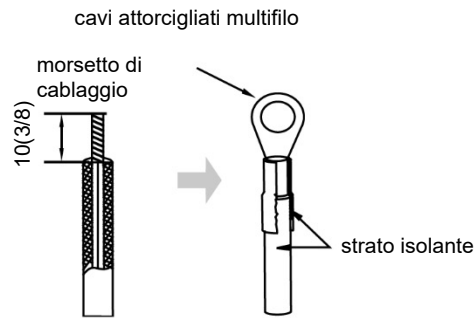

Fig. 14
- (2) Collegamento di spezzoni di cavi (come illustrato nella Fig. 14)